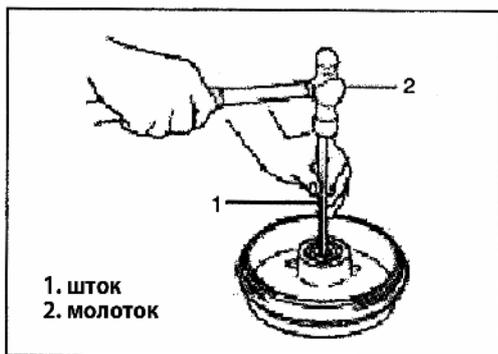

Рис. 591
- 2) Снимите подшипник колеса (Рис. 591).